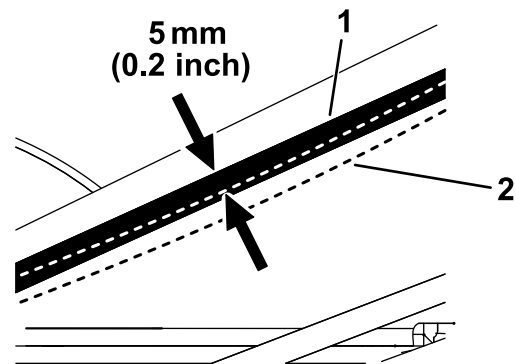

Figura 28
5. Utilizzando un tensiometro con cilindro singolo, premete sulla cinghia per controllare la tensione come segue (Figura 28):